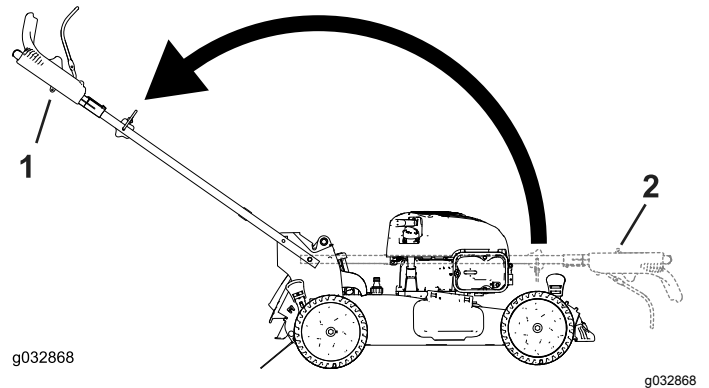

Bild 5
3. Klappen Sie den Holm in die Betriebsstellung auf, indem Sie ihn nach hinten drehen (**Bild 5**).